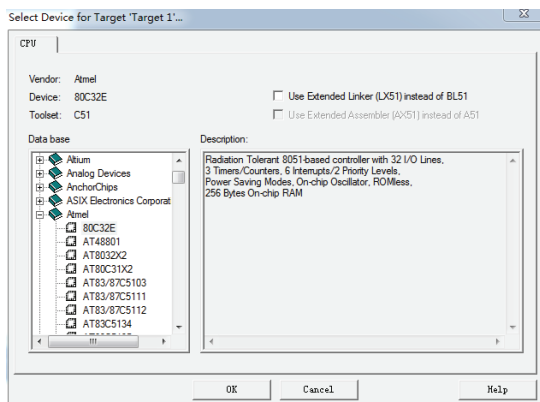
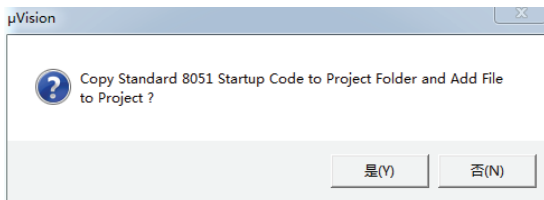

图 1.6 Select Device for Target 对话框
图 1.7 添加标准 51 初始化程序确认框
(2) 接着系统会要求选择单片机芯片型号。Keil C51 μVision 几乎支持所有 51 内核的单片机，设计者可以根据使用的单片机型号来选择，如图 1.6 所示。
(3) 单击图 1.6 中的“OK”按钮，程序会询问是否将标准 51 初始化程序（STARTUP.A51）添加到项目中，如图 1.7 所示。单击“是”按钮，程序会自动添加标准 51 初始化程序到项目中并将其复制到项目所在文件夹中，一般情况下单击“否”按钮不添加。